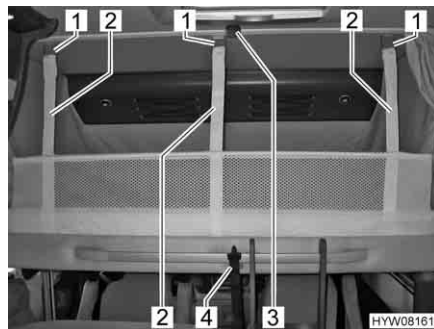

Fig. 55 Letto basculante con rete protettiva montata
- Staccare la cintura di ritegno (Fig. 55,4).
- Staccare le cinture di ritegno (Fig. 55,2) e sistemare la rete protettiva sotto il materasso.
- Assicurare il letto basculante al soffitto (Fig. 55,3) mediante la cintura di ritegno (Fig. 55,4).
- Agganciare la cintura di ritegno (Fig. 55,2) ai ganci (Fig. 55,1) del soffitto.